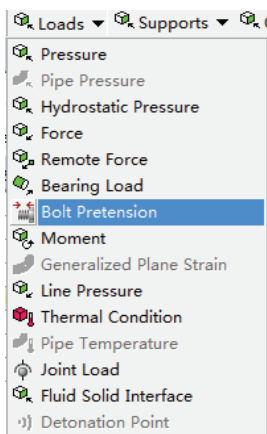

图 8-25 添加 Frictionless Support 对象
8) 选择 Environment 工具栏中的 Loads>Bolt Pretension, 如图 8-25 所示, 此时在树结构图中会出现 Bolt Pretension 对象。